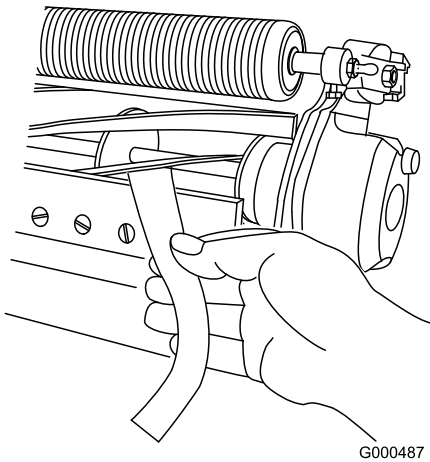

Figure 11
2. Écrou de vis de réglage de barre d'appui (2)
B. Insérez une longue bande de papier de performance de coupe entre le cylindre et la contre-lame, perpendiculairement à la contre-lame (Figure 11), puis tournez **lentement** le cylindre en avant ; il devrait couper le papier ; s'il ne le fait pas, répétez les opérations A et B jusqu'à ce que le papier soit coupé.
11. Insérez une longue bande de papier de performance de coupe (réf. Toro 125-5610) entre le cylindre et la contre-lame, perpendiculairement à la contre-lame (Figure 11), puis tournez **lentement** le cylindre en avant ; il devrait couper le papier ; s'il ne le coupe pas, tournez chaque vis de réglage de la barre d'appui de 1 cran dans le sens horaire et répétez cette opération jusqu'à ce que le papier soit coupé.